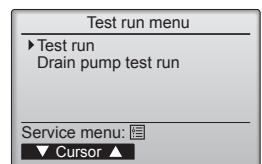

Abb. 7-2
- Wählen Sie „Test run“ (Testlauf) aus dem Testlauf-Menü, und drücken Sie die [AUSWAHL]-Taste. (Abb. 7-2)